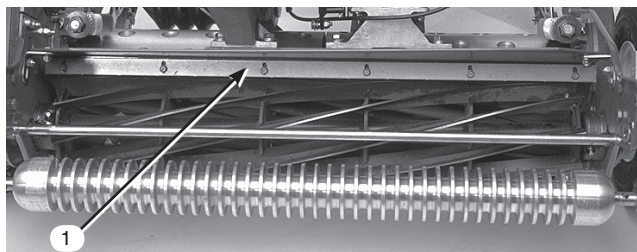

図18
1. バー（図18）をカッティングユニットに固定しているネジをゆるめる。